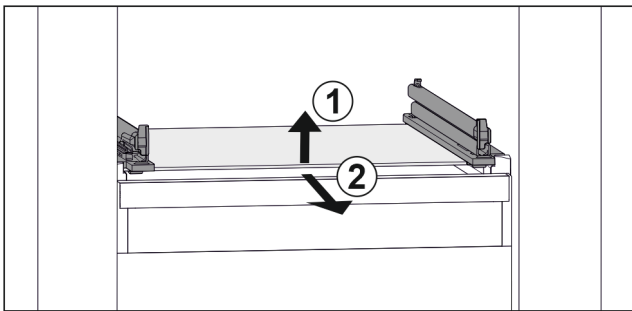

Fig. 39 Примерное отображение стеклоплатины
- Приподнимите стеклоплатину спереди. Fig. 39 (1)
- Извлеките стеклоплатину движением вперед. Fig. 39 (2)